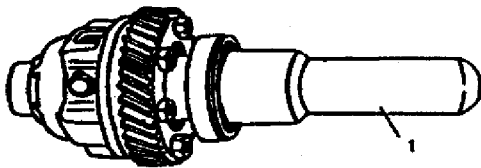

Fig. 3-39. Instalação do rolamento: 1 - ferramenta 67.7853-9558
3. A montagem à pressão dos rolamentos, na caixa das satélites, deverá ser efetuada com o auxílio da ferramenta 67.7853-9558 (fig. 3-39).